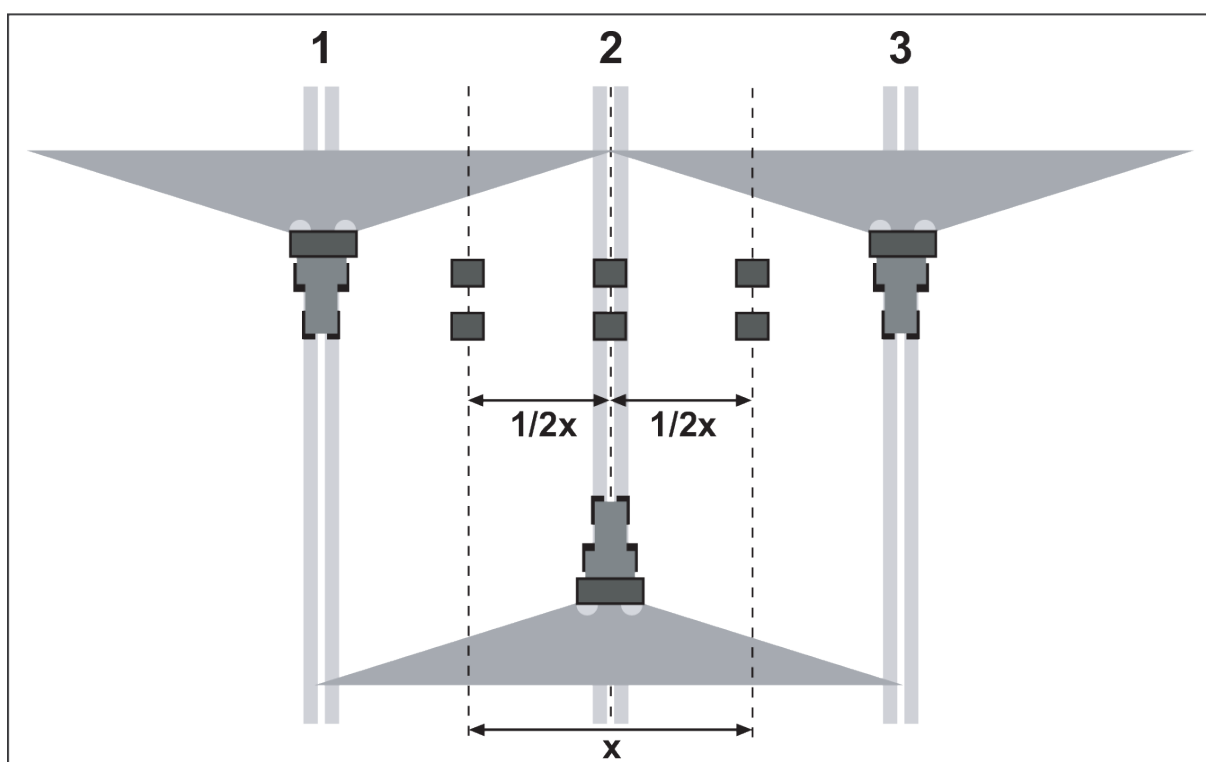

Fig. 33: Installation pour trois passages
- ▶ Installer deux bacs récupérateurs l'un derrière l'autre séparés par un écart de **1 m** dans les zones de recouvrement et dans la voie centrale (selon Fig. 33).